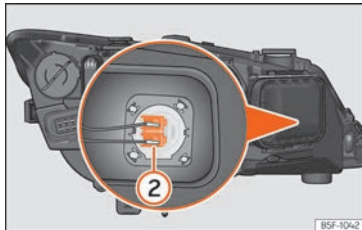

Fig. 60 Lámpara de luz de carretera.
- Presione lateralmente el conector »» **fig. 60** ② a la izquierda o derecha y tire.